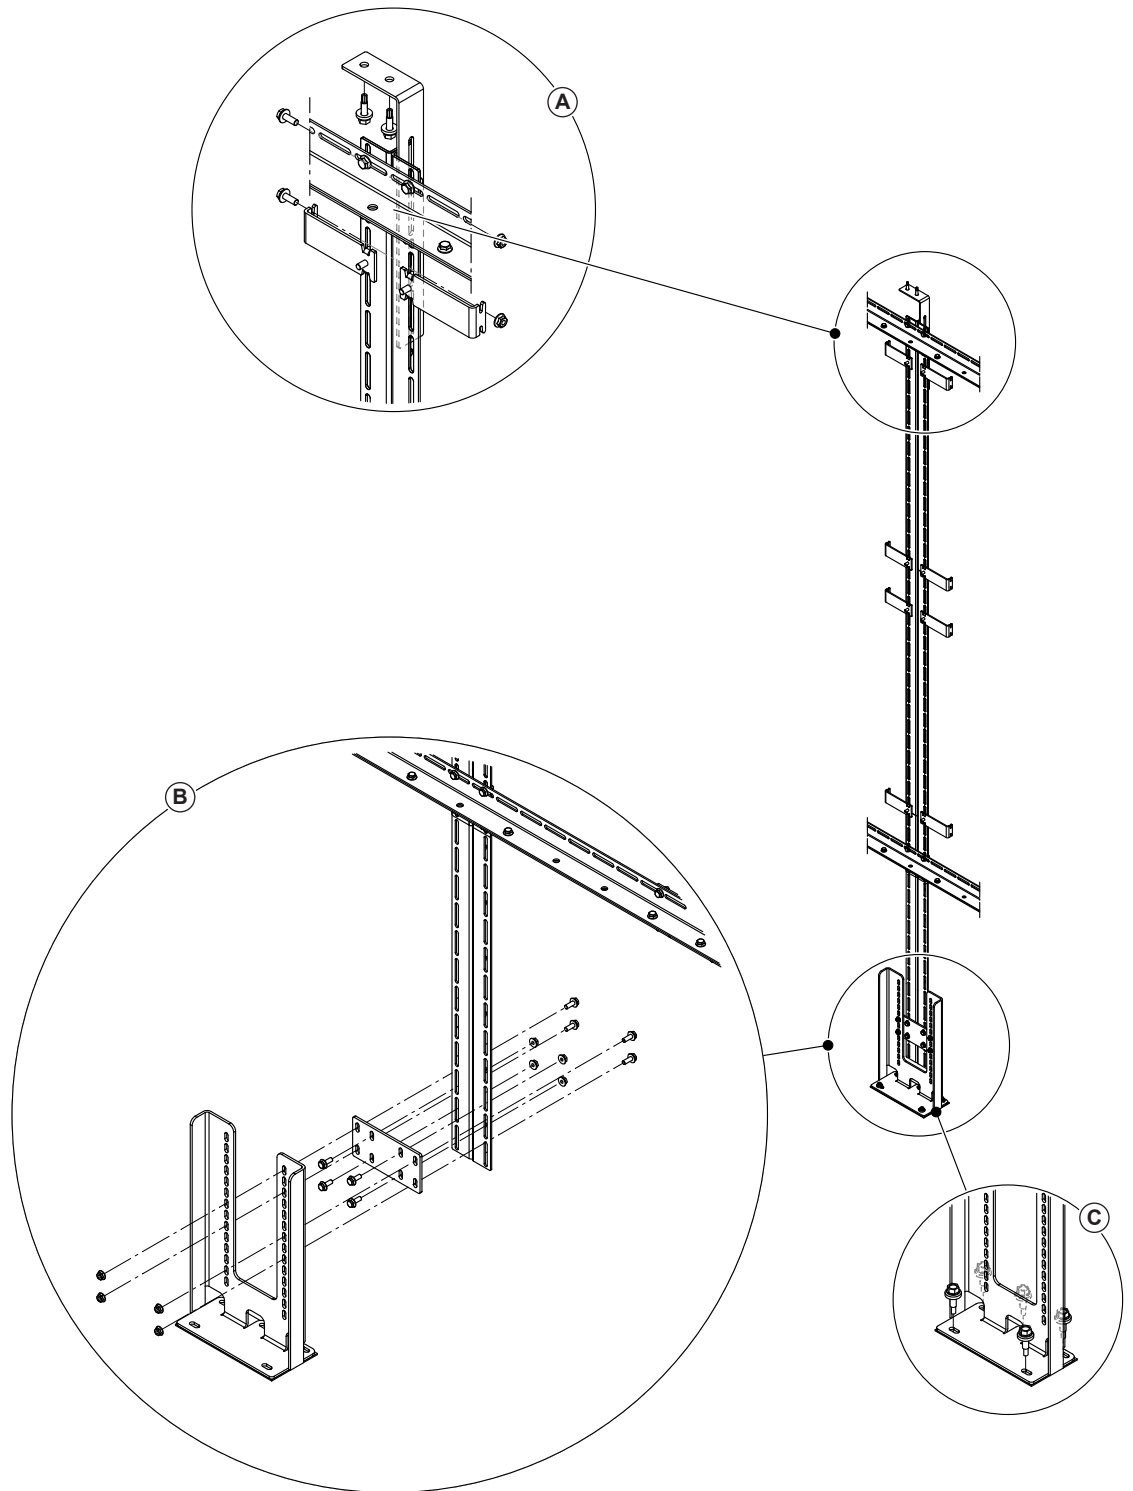

Fig. 29: Montaje de la pata de apoyo inferior y el retén angular en el apoyo vertical central
- Si es necesario, afloje las uniones atornilladas con las que está fijado el retén angular en el apoyo vertical y desplace el retén angular hacia arriba hasta el techo del canal, y vuelva a apretar las uniones atornilladas (véase el detalle A en la Fig. 29).
- Fije el retén angular del apoyo vertical con dos tornillos perforadores de 6,3 x 25 mm en el techo del canal (véase el detalle A en la Fig. 29).
- Fije la placa de fijación de la pata de apoyo en el lugar correspondiente con cuatro tornillos M6 x 16 mm y tuercas (suministrados) al apoyo vertical. No apriete los tornillos del todo I (véase el detalle B en la Fig. 29).
- Fije la pata de apoyo con cuatro tornillos M6 x 16 mm y tuercas (suministrados) a la placa de fijación. No apriete los tornillos del todo I (véase el detalle B en la Fig. 29).
- Desplace la pata de apoyo hacia abajo hasta el tope del suelo del canal y atorníllela con cinco tornillos perforadores de 6,3 x 25 mm en la traviesa/división de la cubeta (véase el detalle C en la Fig. 29).